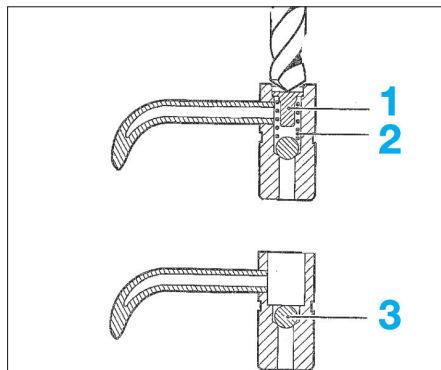

Fig. 89
- Percer le gicleur à l'aide d'un foret de Ø 7 mm et dégager la butée (1) et le ressort (2) (Fig.89).
**Ne pas déposer la bille (3) afin d'éviter l'introduction de la limaille dans le circuit de lubrification.**
- Déposer le gicleur à l'aide d'un extracteur à inertie (5) approprié (outil Renault Emb. 880) vissé dans le gicleur via un embout (4) adapté (outil Renault Mot. 1485-01).